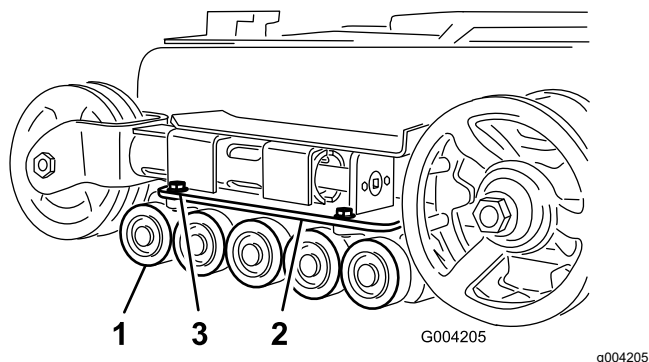

Figura 52
2. Retire los 4 pernos que sujetan cada guía de oruga inferior, que contienen las ruedas de rodaje, y retírelas (Figura 52).